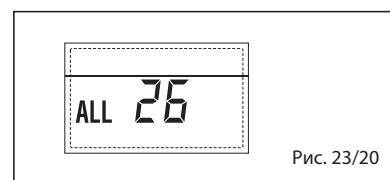

Рис. 23/20
– НЕПОЛАДКА СООТВЕТСТВИЕ СОЛНЕЧНОГО НАБОРА “ТРЕВ 27” (рис. 23/21)